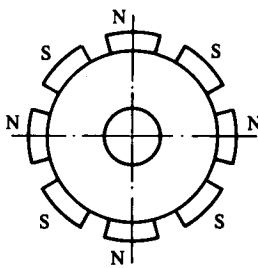

Figure 2a
- constitué d'aimants permanents (puissances de 1 μ W à 100 kW) (Fig. 2a, b, c)